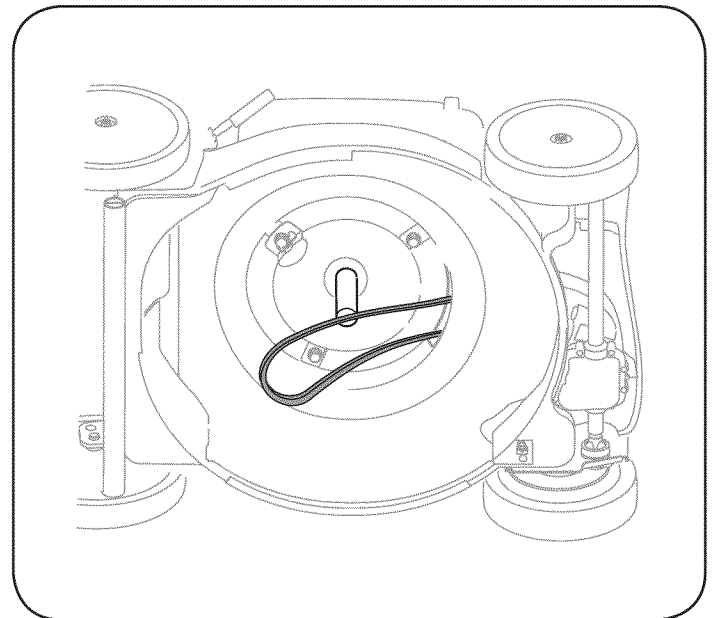

Figura 20
5. Deslice la correa fuera de la polea del motor y enrosque a través de la apertura en la cubierta. Vea la Figura 20.